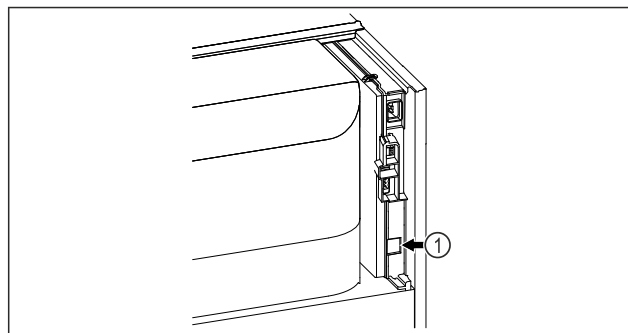

Fig. 179
- Vstavljen je SmartModule Fig. 179 (1).